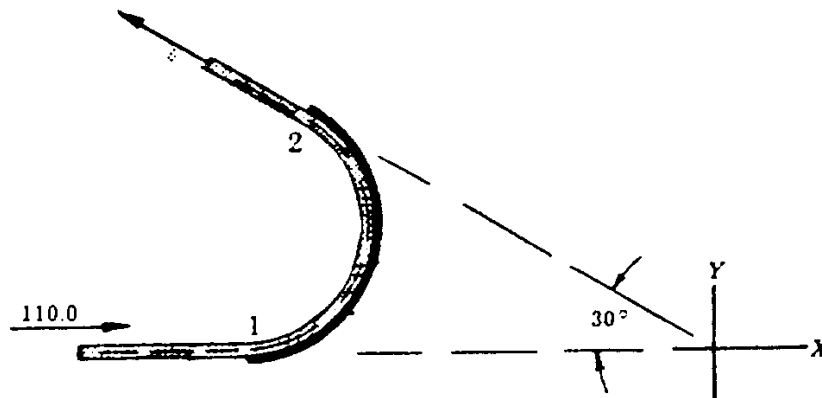

Figura P3.9
3.9 Um jacto de água de 3 in de diâmetro tem uma velocidade de 110 ft s^{-1} . O jacto choca com uma lâmina que tem um ângulo de deflexão de 150° , conforme o indicado na figura P3.9. Calcule as componentes x e y da força que o jacto exerce sobre a placa.